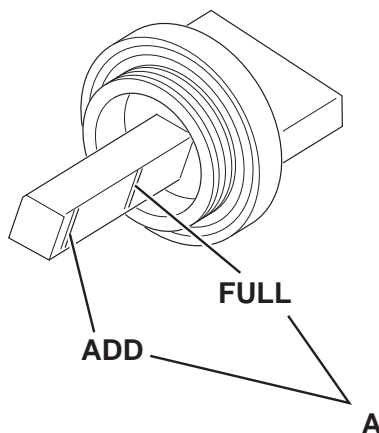

Figure 27
2. Activer le frein de stationnement au moyen de la pédale (82) et du levier (75).
3. Tourner la clé de contact (69) sur "0".
4. Ouvrir le coffre (23) et le bloquer au moyen de la tige de support (55).
5. Enlever les vis (45), puis enlever la protection (44) du moteur en dégageant les dispositifs de retenue (46).
6. Dévisser le bouchon de niveau huile moteur (34) et le nettoyer avec un chiffon propre. Serrer complètement le bouchon de niveau (34) puis, après quelques secondes, le dévisser à nouveau et contrôler que le niveau d'huile est compris entre les repères de niveau ADD (minimum) et FULL (maximum) (A, Fig. 27).
11. Installer le bouchon (35) de la goulotte de remplissage.
12. Après quelques secondes, dévisser à nouveau le bouchon de niveau (34) puis contrôler que le niveau d'huile est compris entre les repères de niveau ADD (minimum) et FULL (maximum) (A, Fig. 27).